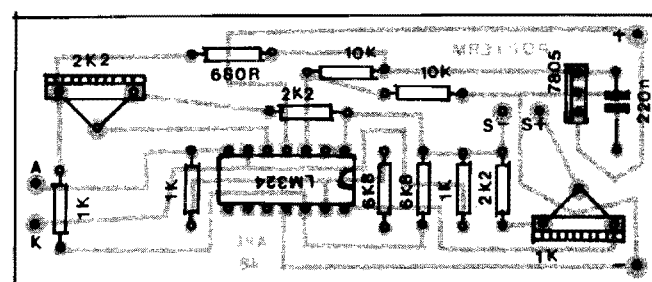

Fig.3
- FIG. 3 - CHAPEADO DA MONTAGEM - Lado não cobreado da placa, com as peças principais devidamente posicionadas (todas identificadas pelos seus códigos, valores e outros dados importantes...). Atenção às posições exatas dos dois compo-